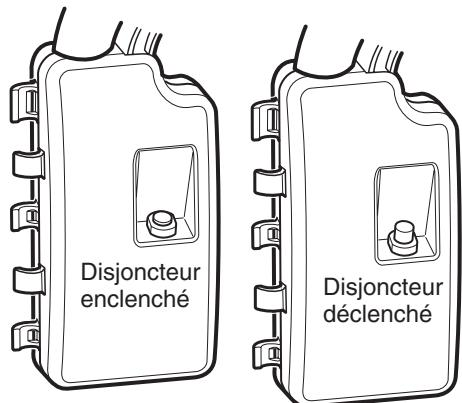

Figure 10 - Bouton du disjoncteur
Ce cultivateur est équipé d'un disjoncteur situé sur le dessus du boîtier du contacteur (voir la figure 10). Le disjoncteur fournit une protection contre les surintensités au moteur du cultivateur dans le cas où les dents se bloqueraient ou seraient coincées par une pierre, racine ou autre obstruction. Si le disjoncteur se déclenche en cours d'utilisation, le bouton blanc se relève, faisant saillie hors du boîtier, et le moteur et les dents s'arrêtent de tourner.
4. Appuyer sur le bouton de réarmement du disjoncteur afin de l'enfoncer dans le boîtier (voir la figure 10). Le bouton doit rester enfoncé lorsqu'on le lâche. Rebrancher le cordon d'alimentation électrique du cultivateur sur le cordon prolongateur.